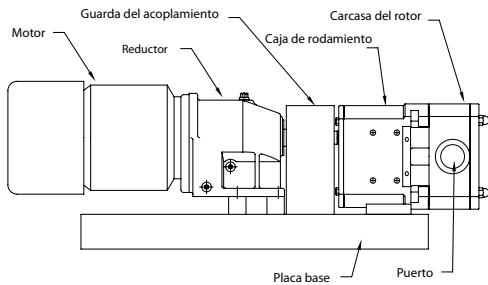
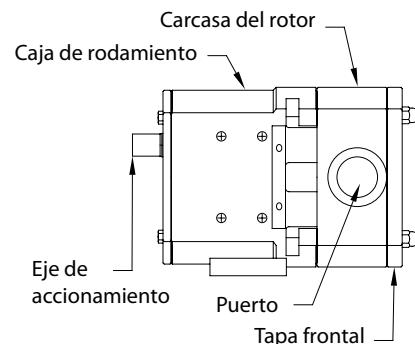

Figura 1.0
Figura 1.1
**UNIBLOC-PD** es una bomba de un lóbulo giratorio de desplazamiento positivo. Puede estar equipada con una unidad de accionamiento (figura 1.0) o sin unidad motriz (figura 1.1). Cuando se equipa con una unidad de accionamiento se le denomina un ENSAMBLE **UNIBLOC-PD**. La figura 1.0 indica varias piezas de un ensamblaje. La UNIBLOC-PD puede ser suministrada en 4 diferentes series; la serie 5000 con caja de rodamiento de acero inoxidable, la serie 4000A con una caja de rodamiento de aluminio anodizado, o la serie 4000B con una caja de rodamiento de aluminio pintado y la serie 3000 con caja de rodamiento de acero. Los diferentes modelos están disponibles para cada serie. La tabla 1.0 muestra la caja de rodamiento de la bomba y el modelo relacionado. Cada modelo se puede montar con puertos de entrada y salida en orientación horizontal o vertical. La orientación se puede modificar usando un pie para horizontal o un pedestal para vertical. La orientación del puerto debe especificarse al momento de hacer el pedido.